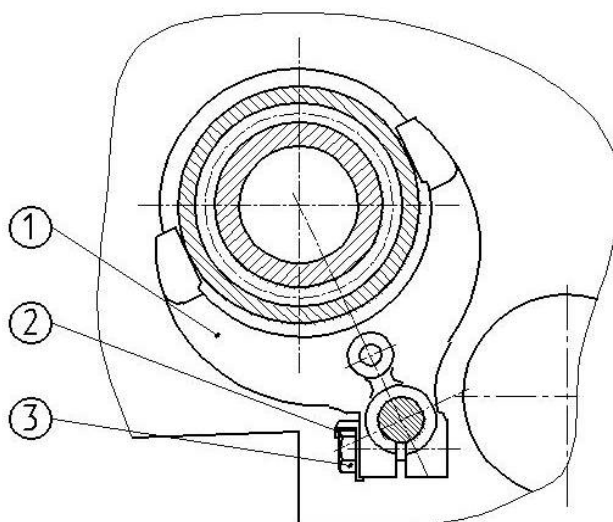

Рисунок 4.67
1) расконтрите шайбу (2) (**рисунок 4.67**) и выверните болт (3), снимите вилку (1);